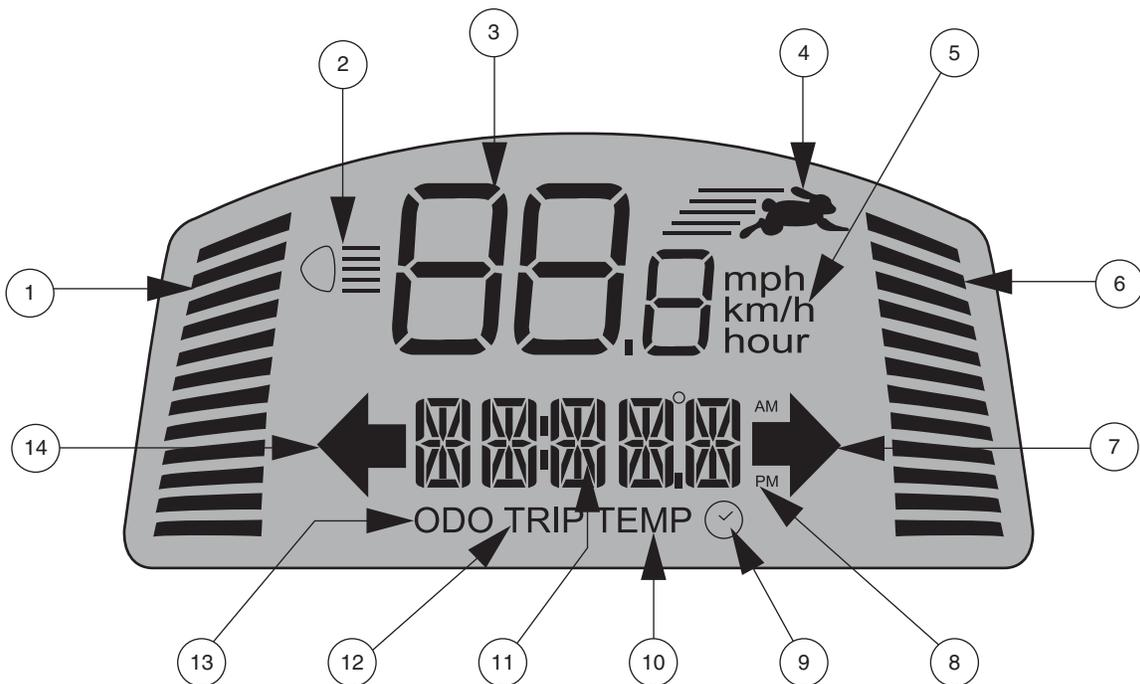

Figura 2. Pantalla LCD
- Presione el botón **Alta-baja** una vez para configurar el ajuste de velocidad a alta. El indicador Alta-baja aparecerá en la pantalla LCD. **Ver la figura 2.** El uso de esta configuración junto con los botones de ajuste de la velocidad permitirá que el vehículo PMR llegue hasta la velocidad máxima preprogramada para el vehículo PMR.
Estos botones de ajuste le permiten preseleccionar y limitar la velocidad de su vehículo PMR. Esto se señala a través del indicador de velocidad máxima en la pantalla LCD. **Ver la figura 2.**
**NOTA:** Cuantas más barras aparezcan en el indicador de velocidad máxima, más rápida será su velocidad máxima preseleccionada. Ver la figura 2.
El panel de control LCD ofrece información de retroalimentación a través de la intuitiva pantalla LCD. Ver la figura 2. La pantalla LCD también se usa durante la instalación (activación) de las distintas configuraciones del panel de control. See el cuadro 1.